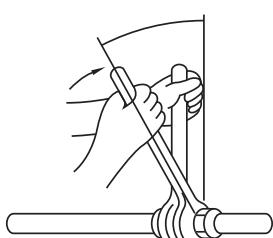

Fig. 4-8
- Kältemittelöl dünn auf der Sitzfläche des Rohrs auftragen. (Fig. 4-8)